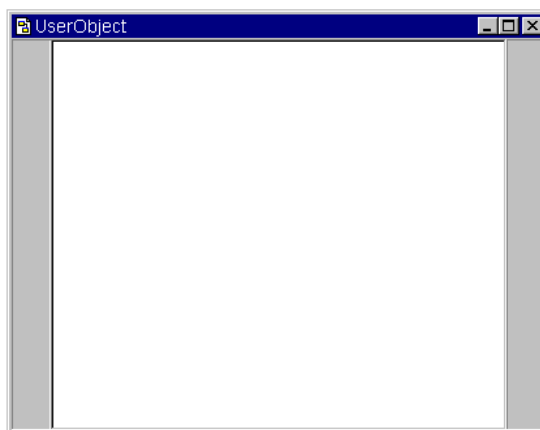

図 2-1. UserObject 編集ウィンドウ
- メニュー・バーから [Device] ⇒ [UserObject] を選択すると、メインウィンドウに空の UserObject アイコンが現れるので、このアイコンにオブジェクトを追加します。UserObject アイコンをダブルクリックすると、図 2-1 のようにオープン・ビュー表示になります。